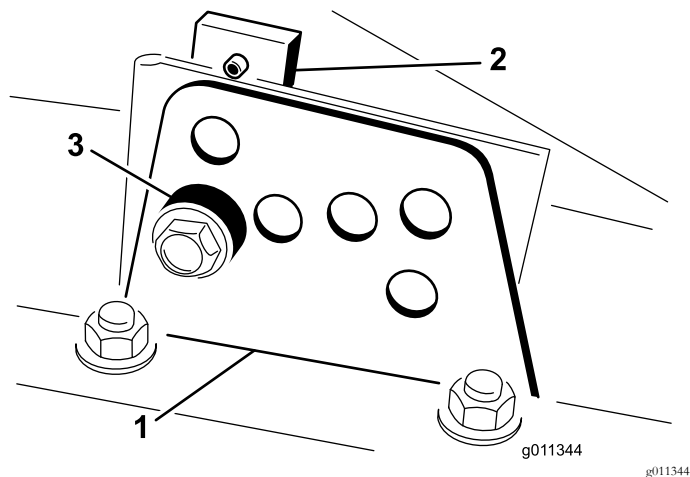

Bild 19
4. Entfernen Sie das Distanzstück, während Sie gleichzeitig die Kammer abstützen (Bild 19).
2. Lockern Sie die Schraube, mit denen die Schnitthöhenhalterungen an der Schnitthöhenplatte (vorne und an beiden Seiten) befestigt sind, siehe Bild 19.